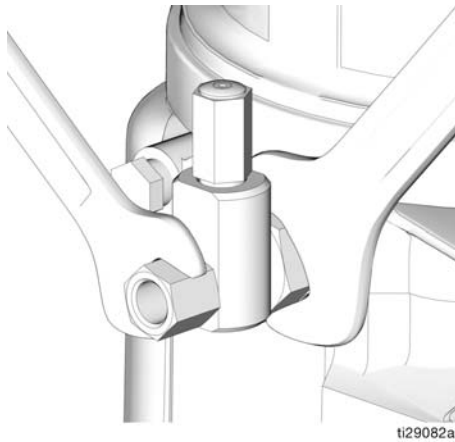

图 30
1. 松开泵元件管件（图 30）。
3. 使用相反方向上的两个扳手拧紧泵元件管件（图 30）。